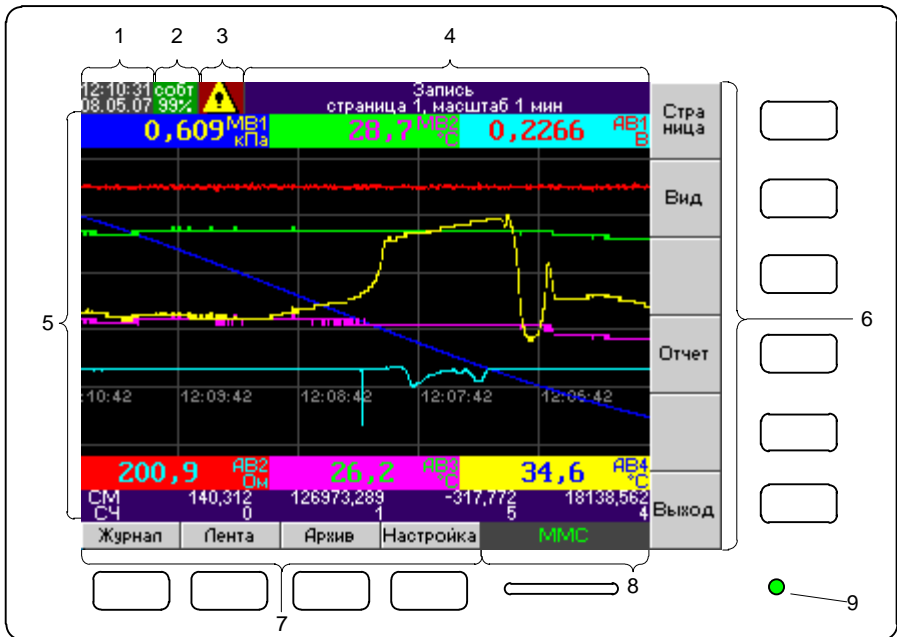

Рисунок 2.1 Интерфейс регистратора в режиме измерения
Регистратор имеет 10 функциональных клавиш, расположенных в два ряда – справа и снизу (см. рис. 2.1). Функции клавиш определяются режимом, в котором находится регистратор. Назначение каждой клавиши отображается на экране напротив соответствующей клавиши. Для увеличения размера рабочей области в режиме «Запись» имеется возможность скрыть подписи клавиш. Для этого в режиме «Запись» следует нажать клавишу **Выход**. Чтобы показать подписи следует нажать любую из 10 клавиш регистратора.
На передней панели регистратора имеется светодиодный индикатор записи на карту ММС (см. рис. 2.1, поз. 9). Также индикатор активен при включении регистратора.
- Текущее время и дата (см. рис. 2.1, поз. 1).
- Индикатор состояния памяти журнала событий (см. рис. 2.1, поз. 2). На индикаторе отображается количество свободной памяти для неподтвержденных событий в процентах от максимального размера журнала событий (750). Для того, чтобы освободить память, нужно войти в режим просмотра журнала событий и нажать клавишу **Подтвердить все**. В зависимости от уровня заполнения журнала индикатор имеет следующий цвет:
- Индикатор состояния аварийной сигнализации (см. рис. 2.1, поз. 3). Индикатор имеет следующие состояния:
- Индикатор текущего режима работы регистратора (см. рис. 2.1, поз. 4). На данном индикаторе выводится название текущего режима и другая дополнительная информация.
- Рабочее поле (см. рис. 2.1, поз. 5). В зависимости от режима работы регистратора на данном участке экрана отображается информация о текущих или архивных измерениях и настройках регистратора.
- Функциональное обозначение клавиш регистратора (см. рис. 2.1, поз. 6, 7).
- Индикатор состояния карты MMC (см. рис. 2.1, поз. 8). В случае если в разъеме MMC/SD присутствует карта, то на индикаторе отображается зеленым цветом надпись «MMC».
Для увеличения глубины архива измерений предусмотрена функция «Запись по событию». Для активации данной функции следует в меню «Общие настройки» установить параметру «Запись данных» значение «По событию». После этого регистратор переходит в режим ожидания события. В этом режиме производится измерение сигналов, однако не производится запись их значений во внутреннюю память. При этом на индикатор текущего режима работы регистратора (см. рис. 2.1, поз. 4) выводится сообщение «Измерение (ожидание события)». Также следует установить действие «Запись» для какой либо уставки (действие можно установить для аналоговых или дискретных входов, сумматоров, счетчиков, расписания). Следует отметить, что поскольку запись данных в этом режиме не ведется, то просмотреть архивные данные за этот период невозможно.
- «Авария». При активизации сигнализации производится включение визуальной сигнализации (индикатор аварийной сигнализации - см. рис. 2.1, поз. 4) и регистрация факта превышения уставки в журнале событий (записывается тип уставки, канал, время срабатывания и значение сигнала во время срабатывания).